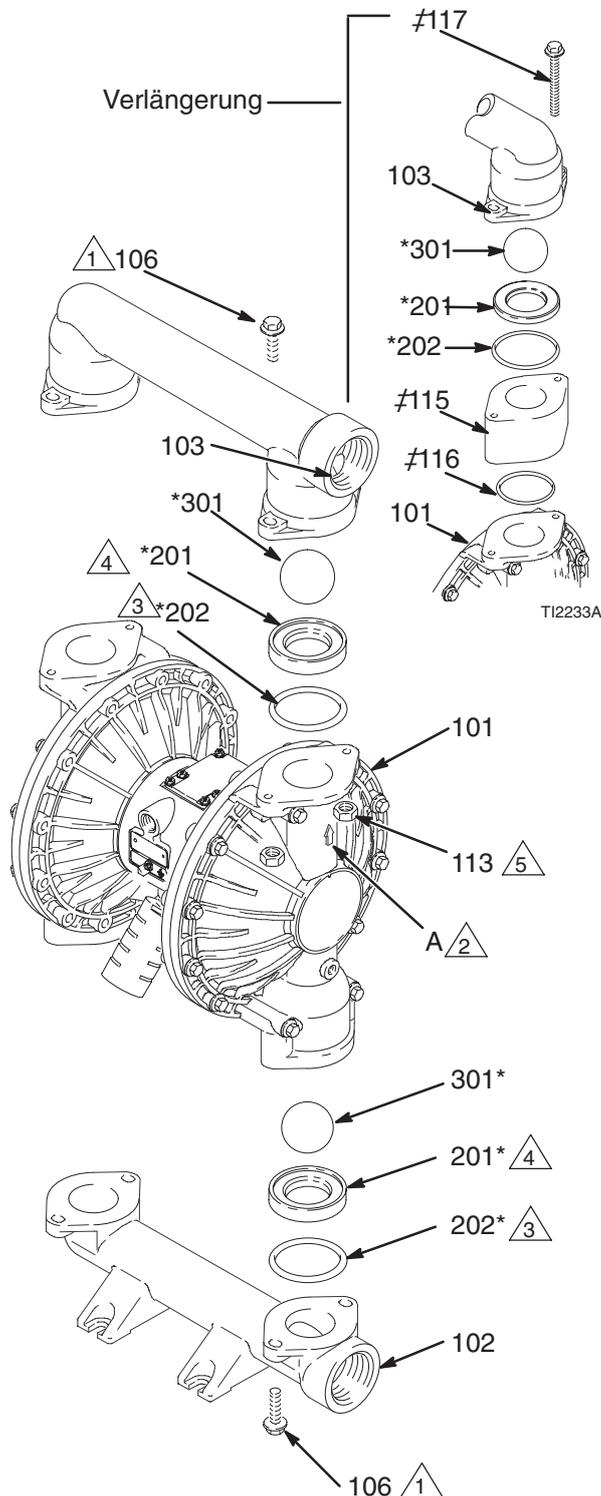

Abb. 10
3. Mit einem 10-mm-Steckschlüssel die vier Schrauben (106) lösen, mit denen der Auslassverteiler (103) an den Materialabdeckungen (101) befestigt ist. Siehe Abb. 10.
4. Die Sitze (201), Kugeln (301) und O-Ringe (202) aus dem Verteilerrohr ausbauen.
2. Im umgekehrten Reihenfolge wieder einbauen und dabei alle Anmerkungen in Abb. 10 beachten. Sicherstellen, dass die Kugelventile **genauso** zusammgebaut sind, wie gezeigt. Die Pfeile (A) auf den Materialabdeckungen (101) **müssen** zum Auslass-Verteilerrohr (103) zeigen.